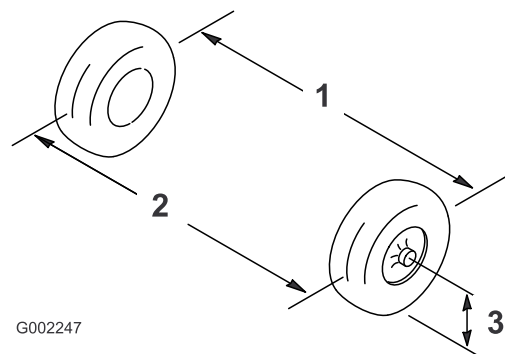

Figura 49
2. Misurate la distanza tra i pneumatici anteriori all'altezza dell'assale, davanti e dietro le ruote (Figura 49).